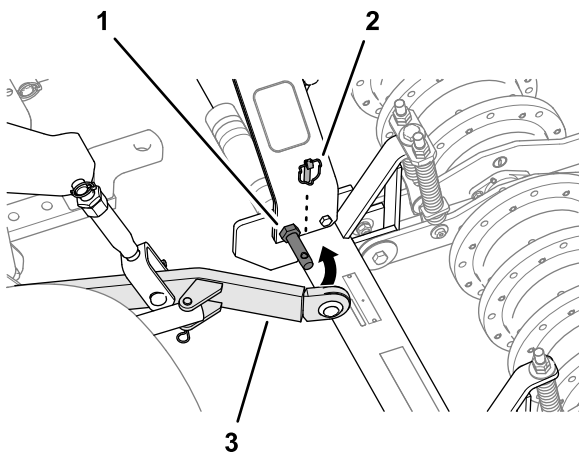

Figura 17
4. Coloque el aireador de manera que con los brazos de enganche inferiores de la unidad de tracción queden alineados con los pasadores de los brazos de elevación del aireador (Figura 17).
5. Monte los brazos de enganche inferiores en los pasadores de los brazos de elevación y sujete los brazos con los pasadores de seguridad (Figura 17).